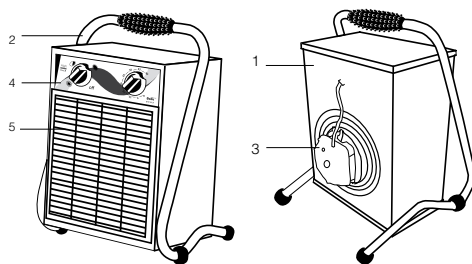

Рис. 1. Тепловентилятор
Несущая конструкция тепловентилятора (см. рис. 1) состоит из корпуса (1) и подставки-ручки (2). Вентилятор (3) расположен в задней части тепловентилятора. Блок управления расположен в верхней части корпуса под крышкой. Органы управления вынесены на переднюю панель (4). Внутри корпуса расположены трубчатые электронные нагревательные элементы, закрытые с лицевой стороны тепловентилятора решеткой (5).